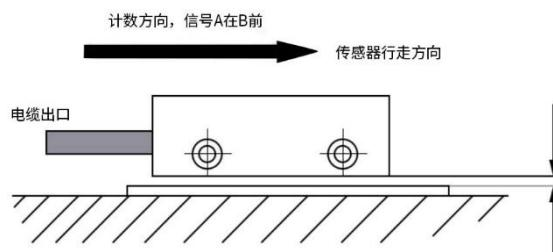
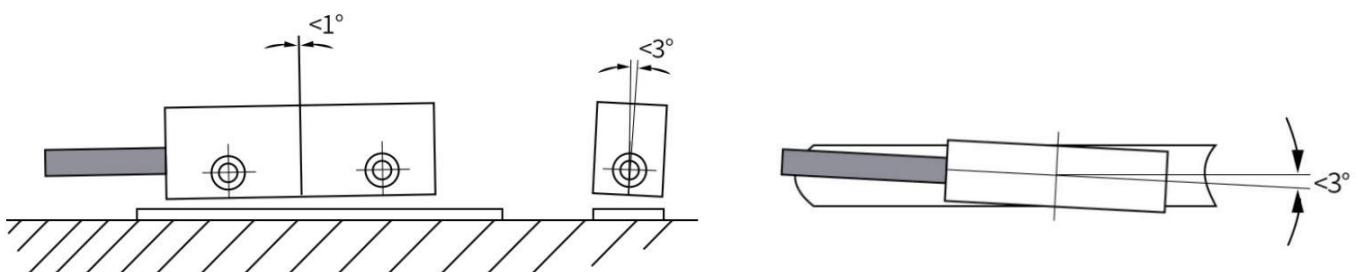

图 2-6 计数方向定义/安装
图 2-7 最大偏差
- 读数头必须与计数方向对齐** (见图 2-6)，如果计数方向会随跟踪电子装置（例如磁显示装置）而改变，则可以忽略。
- 安装磁栅尺读数头时，要确保磁条和读数头之间的间隙，应确保整个测量长度方向的最大偏差(见图 2-7)
- ◆ 观察在总行进距离中磁栅尺读数头和磁条之间的间隙是否超过容忍距离或读数头是否与磁条接触(见图 2-6、图 2-7)。